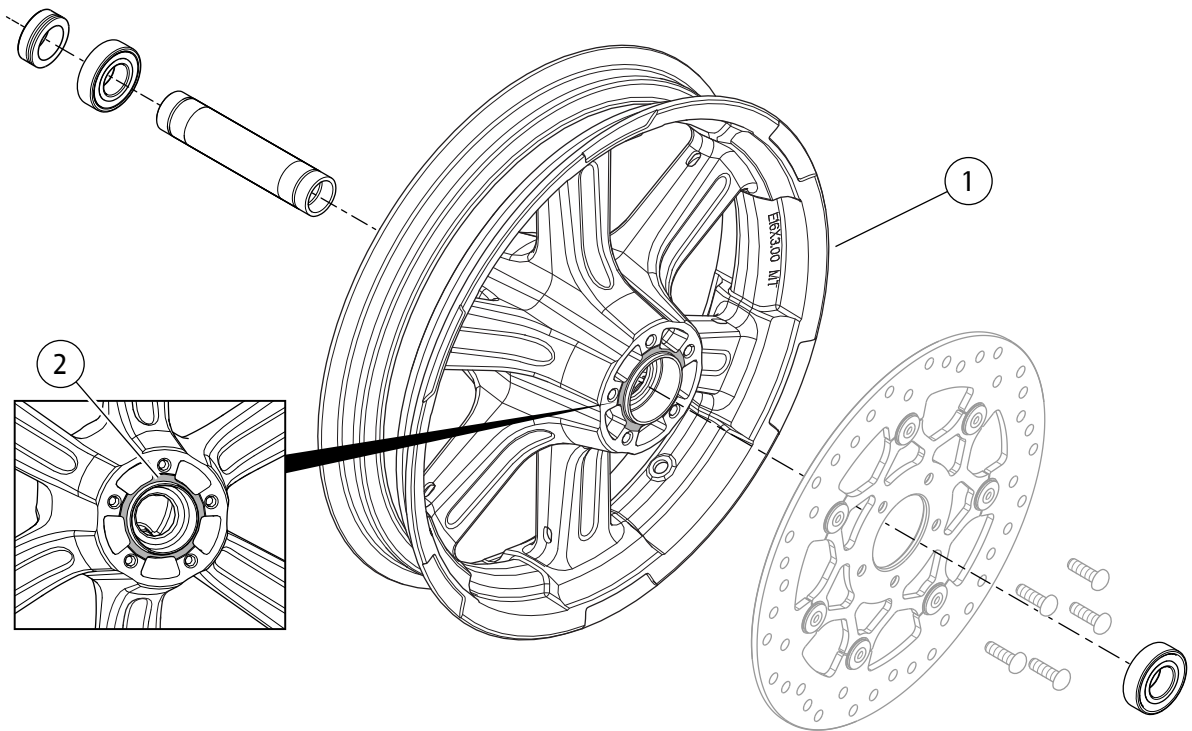

图2。维修零件：Machete前轮套件
此套件包括一个定制车轮，也有可能包括一个轮毂盖，具体取决于套件编号。参见图2。和表3了解套件内容。
2. 参见图2。在车轮上安装阀杆组件( L )。参阅维修手册中的“轮胎”部分。